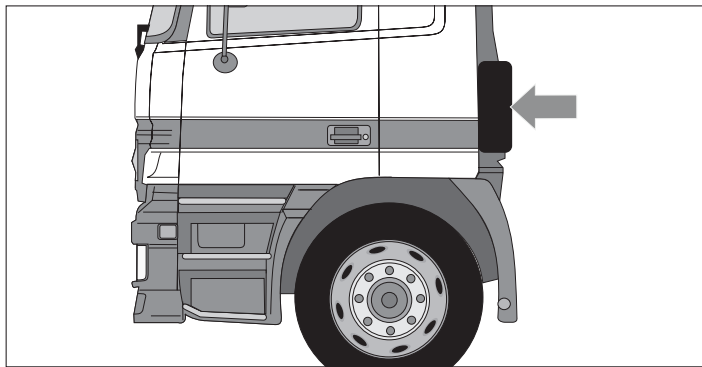

Fig. 3 Esempio di montaggio
- Il montaggio è consentito soltanto sul lato esterno di sovrastrutture del veicolo (ad es. sulla parete posteriore della cabina del veicolo, v. Fig. 3).